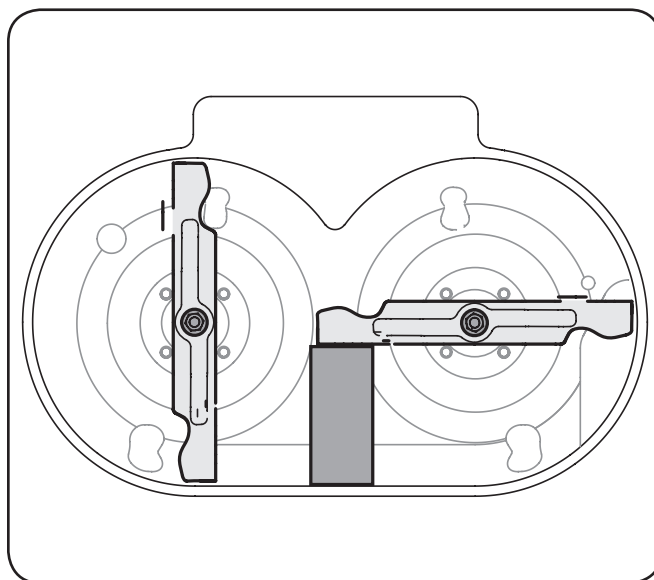

Figure 7-5
2. Coloque un taco de madera entre el deflector del alojamiento central de la plataforma y la cuchilla de corte, para que actúe como estabilizador. Vea Figure 7-5.
3. Extraiga la tuerca de brida hexagonal que asegura la cuchilla al montaje del husillo. Vea Figure 7-5.